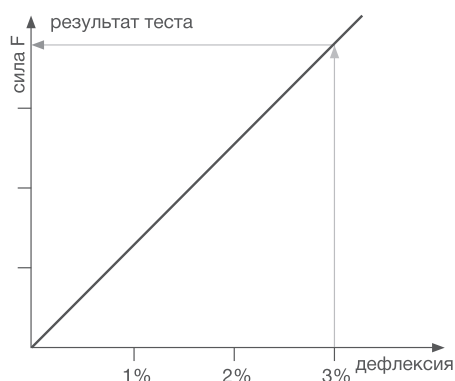

РИСУНОК 1.
- Кольцевая жесткость. Испытания в соответствии с EN ISO 9969 (см. рис. 1), ГОСТ Р54475-2011 (п. 8,4),